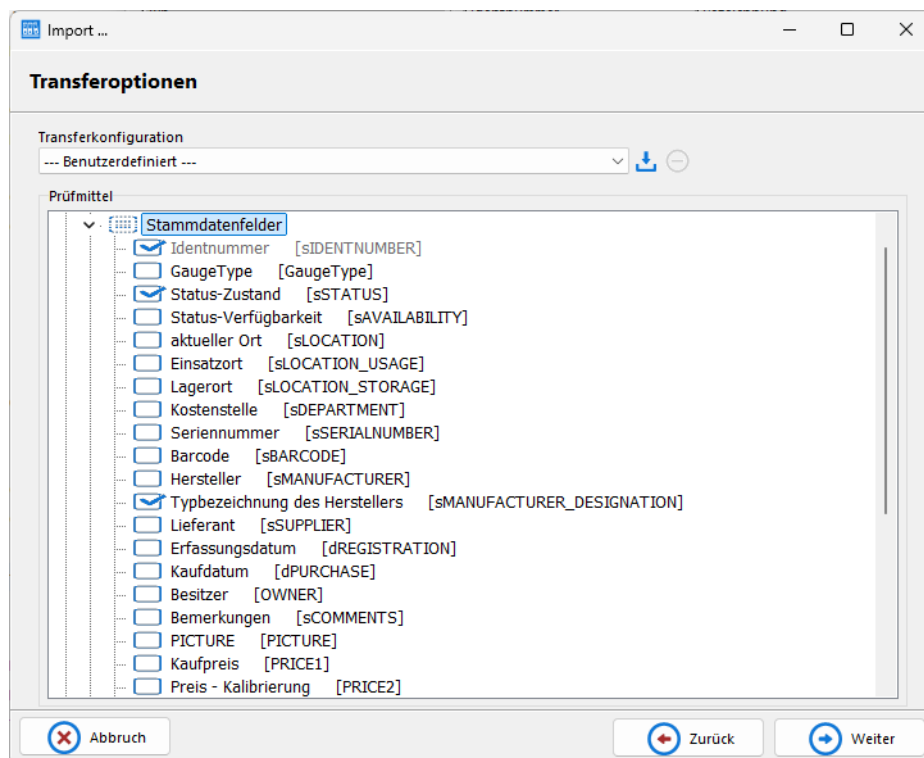

Abb. 5.1.40: Empfohlene Importoption bei VDI 2623 Import.
- Deaktivieren Sie beim Import im Bereich „Stammdatenfelder“ das Feld „Gauge Type“ damit die Zuordnung des Prüfmittels ausschließlich über die eindeutige Identnummer erfolgt [Abb. 5.1.40].